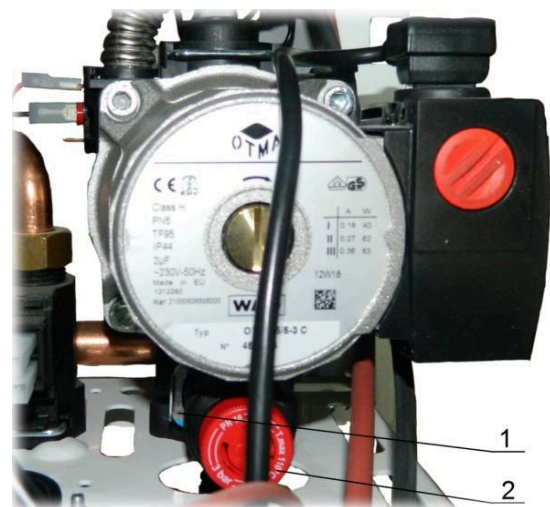

Рис. 31 Демонтаж предохранительного клапана
- 4) извлечь фиксатор 1 (см. Рис. 31) и вытащить предохранительный клапан 2 из насоса;